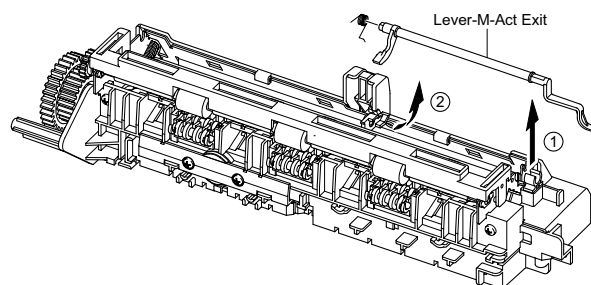

Рисунок 3
5. Снимите рычаг "Lever-M-Act Exit" в направлении стрелки, рисунок 3.